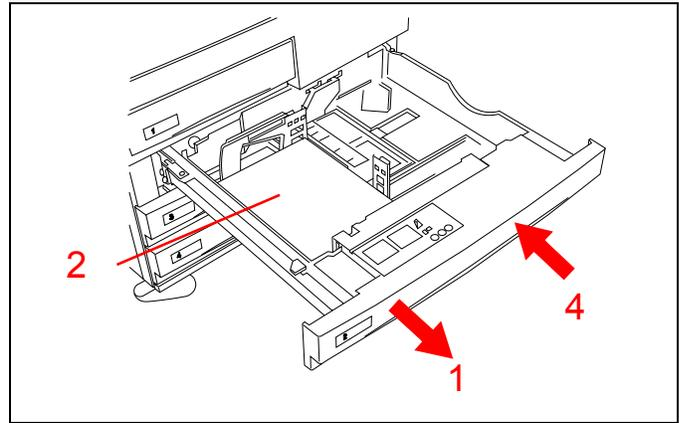

Figure 20
1. Reportez-vous à la Figure 20. Ouvrez lentement le magasin papier. Si vous entendez le bruit d'une feuille qui se déchire ou se froisse, essayez de retirer le papier sans ouvrir davantage le magasin.